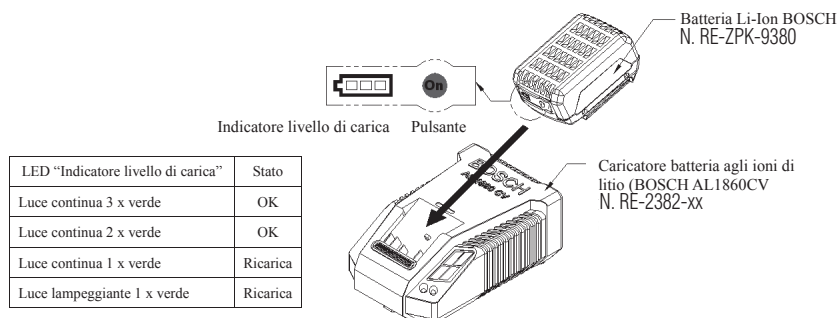

FIG. 4. Illustrazione dell'inserimento della batteria nel caricatore
Fare riferimento alla FIG. 4 per inserire la batteria nel caricatore (Fare riferimento e attenersi alle istruzioni e operazioni di sicurezza riportate nel manuale d'uso della batteria e del caricatore.)
- * Ogni batteria Li-Ion BOSCH (N. RE-ZPK-9380) è dotata di indicatore di livello di carica. Premere il pulsante per controllare lo stato delle condizioni del livello di carica (capacità), come mostrato nella Fig. 4 (*Per motivi di sicurezza, è possibile controllare la condizione di carica solo quando lo strumento è fermo.)